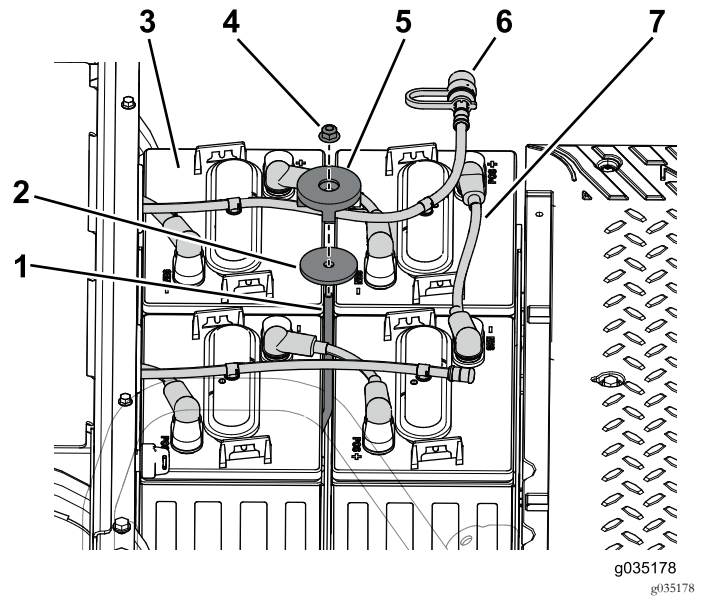

图98
1. 将 4 个电池安装到电池托盘中 图98。
2. 使用压紧装置杆、垫圈、压紧装置和锁紧螺母将电池固定到电池托盘上 图98。
3. 将电池接线连接到电池的正极 (+) 端子 图98。
6. 将浇水室安装到电池上图98。